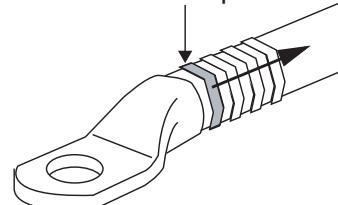

Figure 8
- Pour les bornes, commencez la première compression par le côté le plus proche de la plaquette à bornes et remonter le long du câble. (Fig. 8)